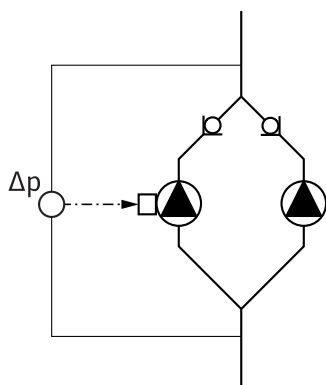

Fig. 13: Exemple, raccord du capteur de pression différentielle
- Dans l'exemple présenté sur la fig. 13, la pompe maître est la pompe gauche dans le sens d'écoulement. Raccorder le capteur de pression différentielle sur cette pompe.
Les points de mesure du capteur de pression différentielle de la pompe maître doivent se trouver dans le tuyau collecteur concerné côté aspiration et refoulement de la station à double pompe (fig. 13).